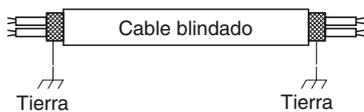

Fig. 4-6
- (5) Emplee cables apantallados para el cableado de control entre unidades (c) y ponga a tierra el apantallado de ambos lados, porque si no lo hace así, podría producirse un funcionamiento erróneo debido al ruido. (Fig. 4-6) Conecte los cables tal y como se muestra en la sección “4-3. Diagramas del sistema de cableado”.